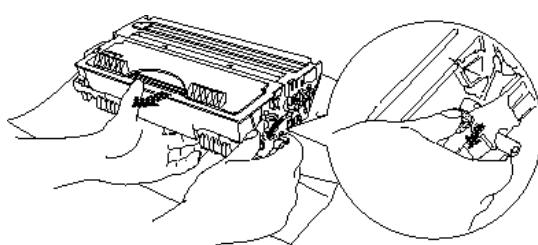

图 5-1
- (1) 打开打印机前盖，取出硒鼓单元；
- (2) 将硒鼓单元放在一个水平面上，用右手往下推锁定杆，从硒鼓单元中取出墨粉盒； (图 5-1)
- (3) 打开新硒鼓单元的包装；